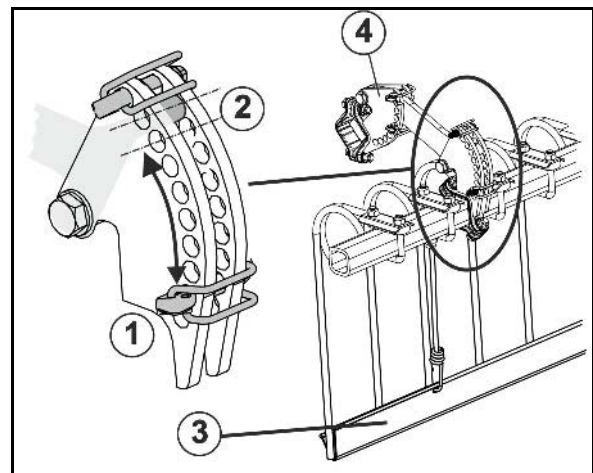

Bild 35
- Montera trafiksäkerhetsskydd (Bild 35/3).
- Fixera pinnarna med positioneringsbultar (Bild 35/1) i position 2.